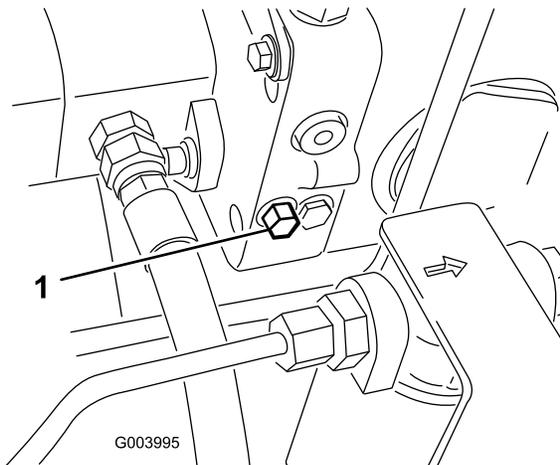

図 68
1. バイパスバルブを右または左 1-1.5 回転させると内部でバイパスが形成される 図 68。